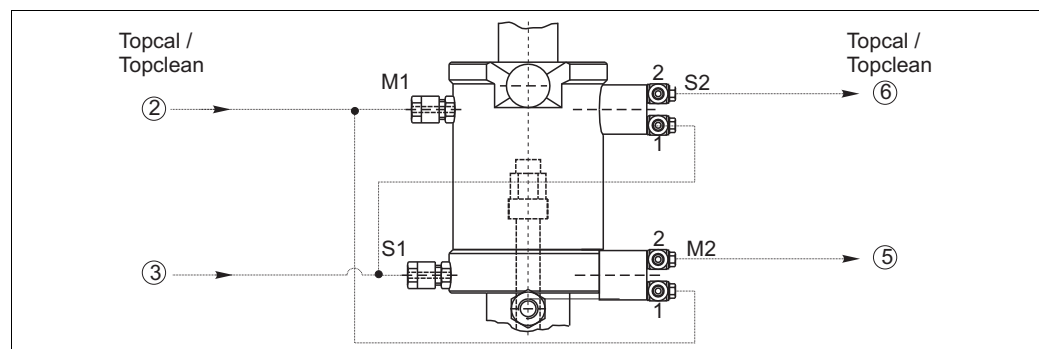

Abb. 11: Pneumatik-Anschlüsse und pneumatische Endlagenschalter (1=Eingang, 2=Ausgang)
- Schließen Sie die Druckluft für "Armatur Messen" (Topcal/Topclean: Schlauch-Nr. ②) an der oberen G 1/8-Verschraubung der Armatur an (Abb. 11).
- Schließen Sie die Druckluft ② gleichzeitig (über T-Stück) am Eingang (1) des unteren Endlagenschalters (M2) an. Dieser dient zur Positionsrückmeldung "Armatur Messen".
- Bei Erreichen der Position "Messen" wird die am Eingang M2 (1) anstehende Luft durchgeschaltet und kann am Ausgang M2 (2) abgenommen werden (Topcal/Topclean: schließen Sie Schlauch ⑤ am Ausgang des Endlagenschalters an).
4. Schließen Sie die Druckluftleitung für "Armatur Service" (Topcal/Topclean Schlauch-Nr. ③) an der unteren G 1/8-Verschraubung der Armatur an.
5. Schließen Sie die Druckluft ③ gleichzeitig (über T-Stück) am Eingang (1) des oberen Endlagenschalter (S2) an. Dieser dient zur Positionsrückmeldung "Armatur Service".
6. Bei Erreichen der Position "Service" wird die am Eingang S2 (1) anstehende Luft durchgeschaltet und kann am Ausgang S2 (2) abgenommen werden (Topcal/ Topclean: Schlauch ⑥).